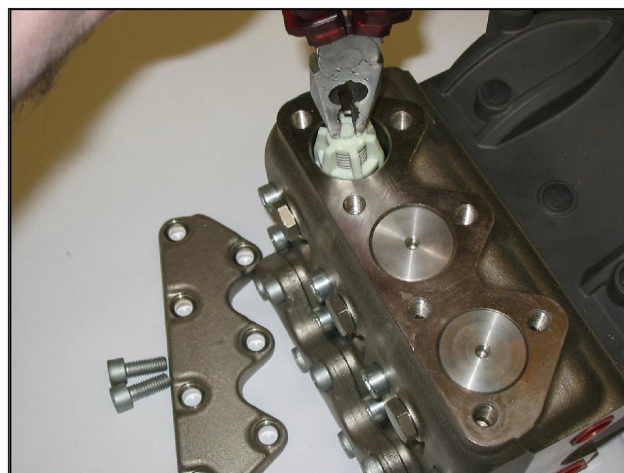

Fig. 16/a
- Desparafuse os sete parafusos M10x25 de fixação das coberturas da válvula e removê-las (Fig. 16, Fig. 16/a).